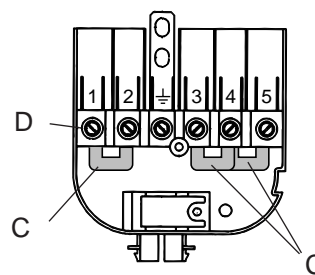
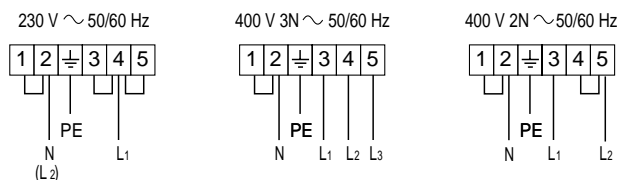

Fig. 6.3
Fig. 6.4
- ✓ Posicione os cavaletes C na bateria de terminais D (fig. 6.3) de acordo com o esquema ilustrado na fig. 6.4
- ✓ Introduza o cabo de alimentação, de tipo e secção adequada (veja o específico capítulo), no passa-cabo F da protecção B e fixe os cabos de fase e de terra nos respectivos terminais da bateria de terminais D, de acordo com o esquema ilustrado na fig. 6.4.